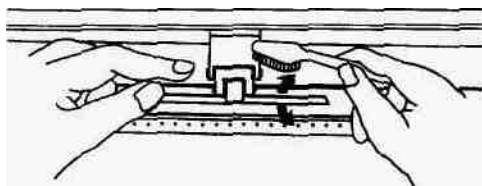

Рис. 5-1
3. Пользуйтесь щеткой из щетины (можно зубной щеткой) для удаления грязи с поверхности вала. Вручную поворачивайте вал во время чистки (рис. 5-1).